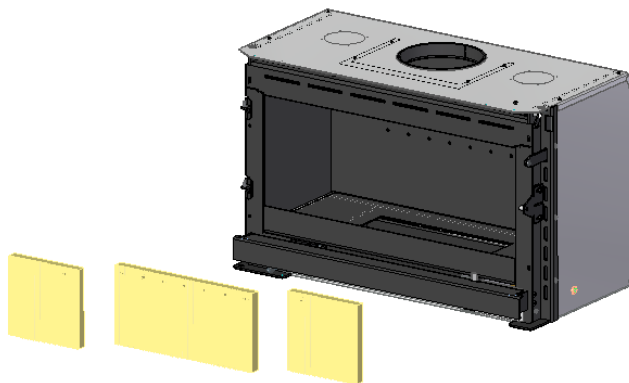

Figura 40 – Retirada de las piezas traseras de vermiculita del equipo
4. Retire las 3 piezas de la parte trasera moviéndose hacia el frente de la unidad y la parte trasera hacia el exterior de la unidad, Figura 40.